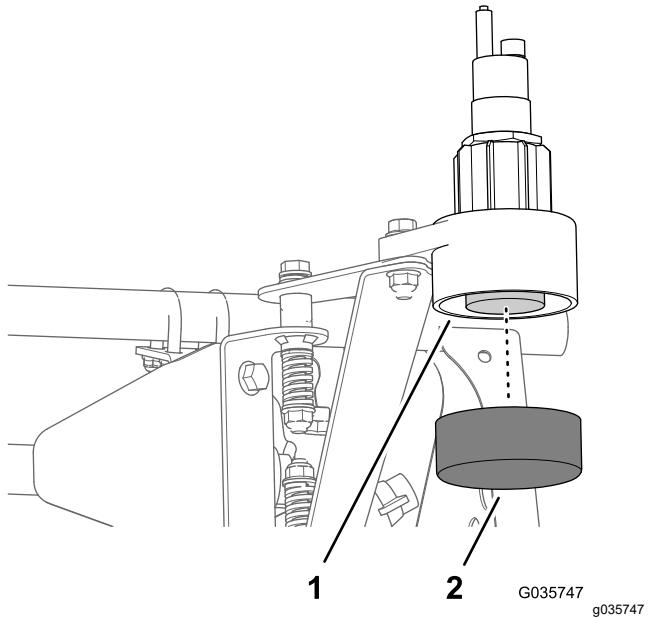

Figura 47
1. Coloque o tampão na parte de baixo da parte inferior da caixa (Figura 47).